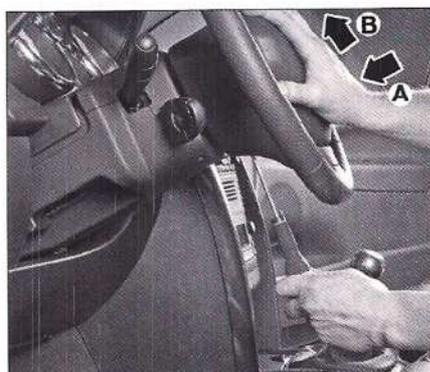

FIG. 2
- Empujar el destornillador para desengrapar el muelle de fijación, apoyando sobre el módulo de airbag (a) (Fig.2).